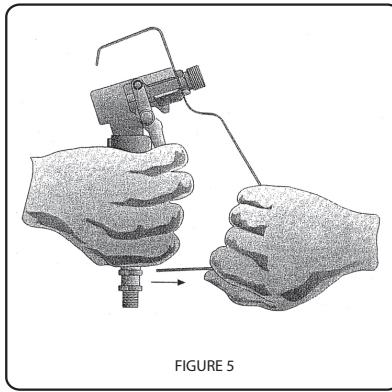

FIGURE 5
- 2 Déposez le protège-mains (figure 5).